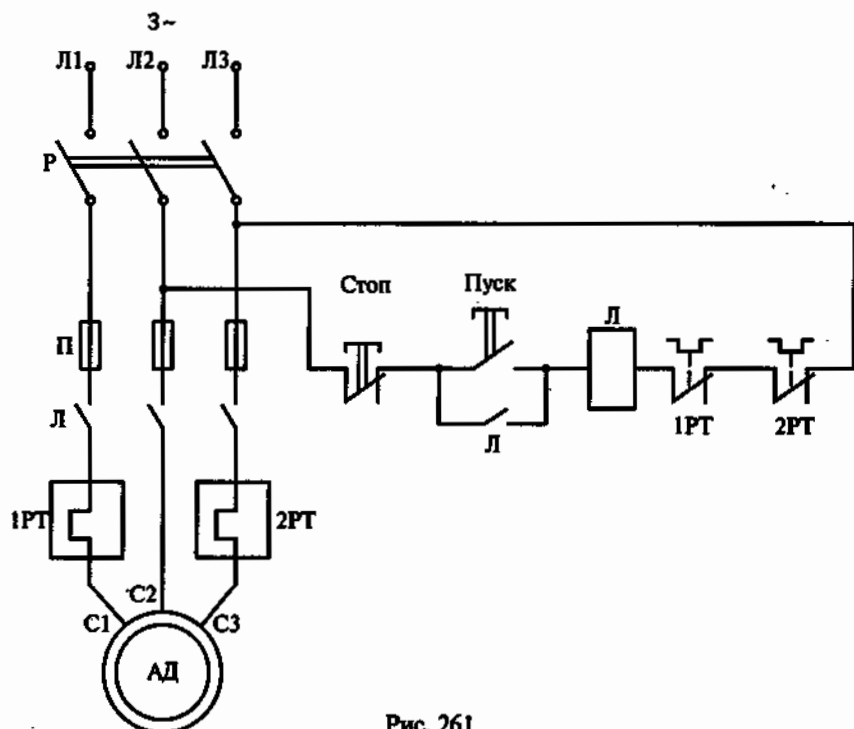

Рис. 261
11.26. Какие виды защит предусмотрены в схеме нереверсивного магнитного пускателя, представленной на рис. 261? (Указать неправильный ответ.)
11.27. Какого типа блок-контакт контактора Л в схеме нереверсивного магнитного пускателя на рис. 261?